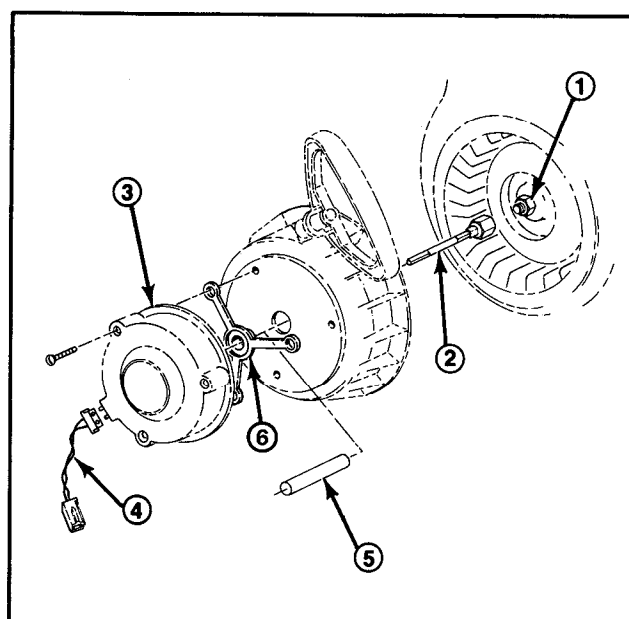

Figure 4
4. Repérez les trois (3) amorces de perçage renforcées qui se trouvent à l'avant du boîtier (figure 4).
10. Sur les modèles de déneigeuse 38035, 38052, 38052C et 38056, portant les numéros de série à partir de 9000001, posez l'entretoise entre l'ensemble démarrage à rappel et l'alternateur (cf. figure 4).
12. Posez l'alternateur sur son arbre en faisant correspondre les orifices de montage; la prise doit être dirigée vers le bas, à l'écart du levier et mécanisme de commande. Fixez l'alternateur sur l'ensemble démarreur avec quatre (4) vis autotaraudeuses. Servez-vous des vis de montage longues sur les modèles à entretoise.